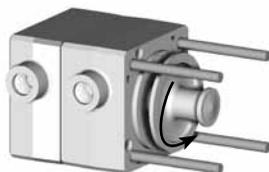

图7
2. 在拆除隔膜之前，执行常开气动或者手动组件使执行器轴如图7和8所示那样伸出。（常闭执行器已经伸出。）